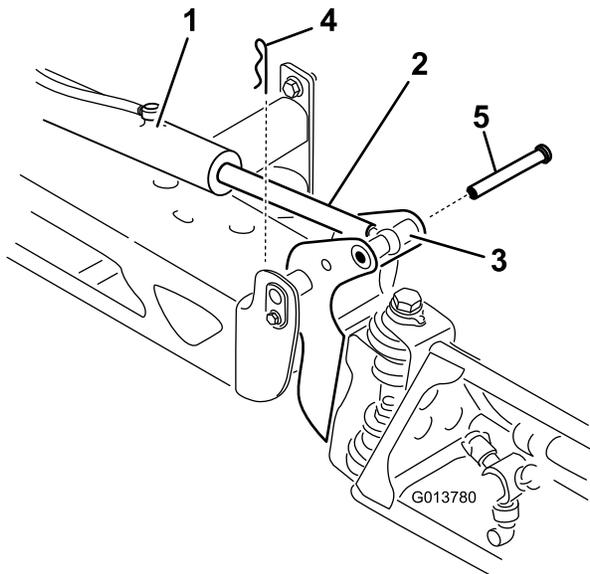

Figura 64
2. Retire la chaveta del pasador de giro (Figura 64).
3. Eleve el brazo, retire el pasador (Figura 64) y baje el brazo lentamente al suelo.
9. Mientras sujeta el brazo, inserte el pasador a través del pivote del brazo y el émbolo del actuador (Figura 64).